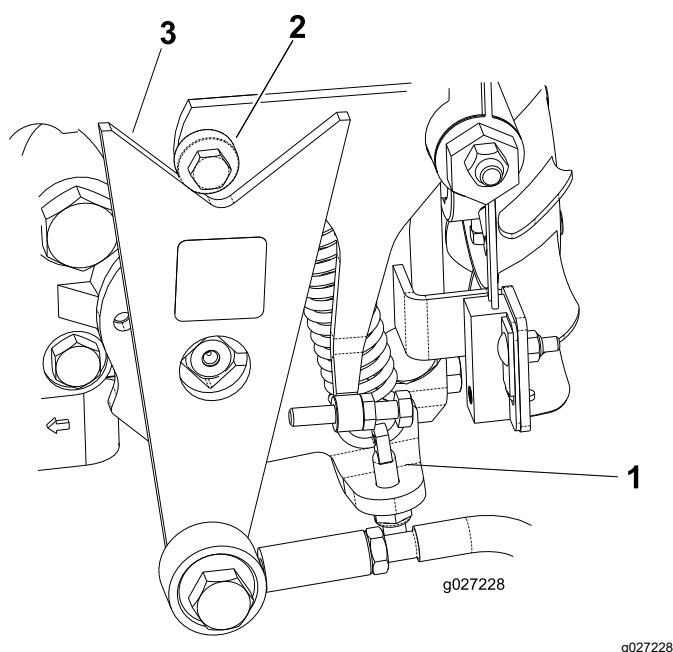

Рисунок 44
- Если колеса вращаются в правильном направлении, выключите двигатель и отрегулируйте контргайку регулировочного штифта пружины (Рисунок 44). Отрегулируйте нейтральное положение трансмиссии; см. Регулировка нейтрали тягового привода \(страница 38\).